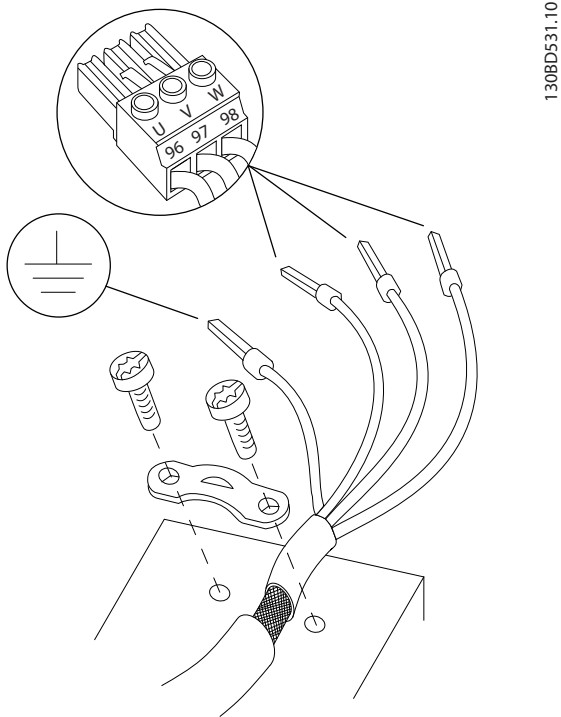

Abbildung 6.14 Motoranschluss
4. Schließen Sie die 3 Phasen des Motorkabels an die Klemmen 96 (U), 97 (V) und 98 (W) an (siehe *Abbildung 6.14*).